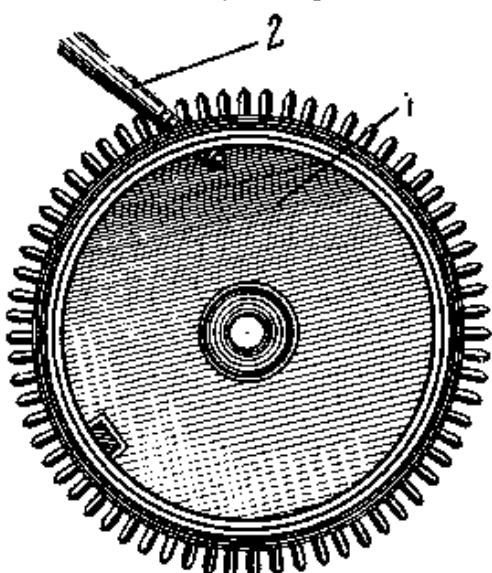

Рис. 141. Способ вставки крючка барабана на резьбе:
2. В баковой стенке барабана просверливают отверстие, нарезают в нем резьбу и с внутренней стороны барабана снимают заусенцы. Отверстие должно быть точно посередине высоты барабана, т. е. между дном его и крышкой. Затем нагортывают латунную проволоку, нарезают на ней резьбу и ввертывают в барабан (рис. 141) настолько глубоко, чтобы высота крючка лишь немного превышала толщину пружины, после чего крючок припаивают. Наружный конец проволоки отрезают напильником — ножовкой, заравнивают напильником заподлицо со стенкой барабана.